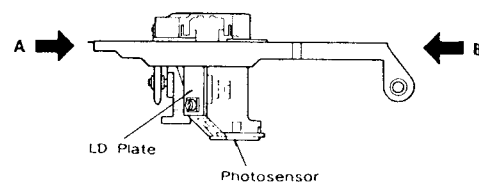

Fig. 4-3
- During the transportation, mounting and dismounting of the assembly, support with your fingers it at points A and B AS SHOWN IN Fig.4-3.
- 取り付け、取り外し、持ち運びの際は、Fig.4-3 の A 部と B 部で支えてください。特にアクチュエータ、光検出部、LD プレート部は、手を触れたり力を加えたりしないでください。